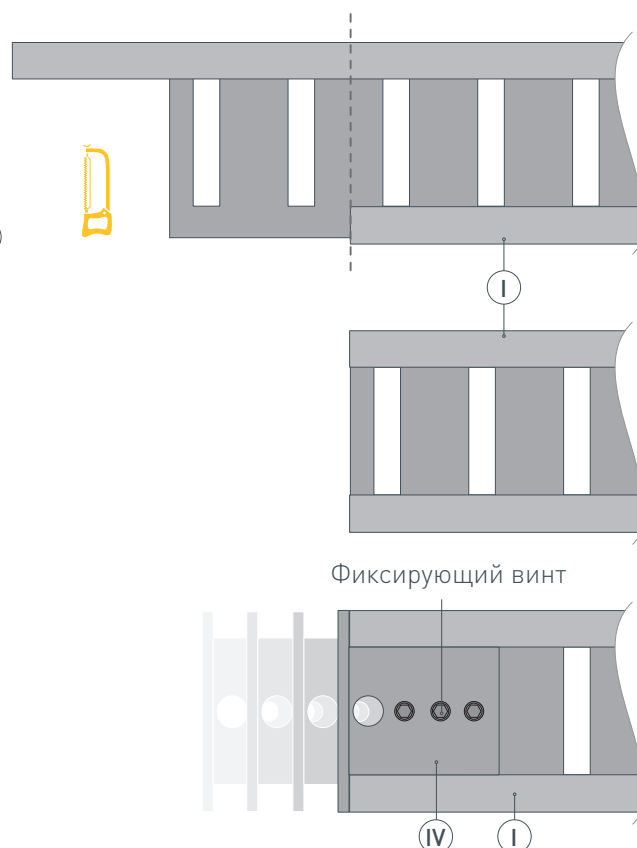

Рис. 4. Обрезка лишних частей профиля **I** и установка заглушки. Вид сверху
- 3** / При помощи ножовки по металлу уберите лишние части внутреннего профиля и внешних стенок, которые образовались при создании дуги на том конце профиля **I**, где не установлена заглушка, чтобы все части конструкции шли вровень, как показано на рис. 4.